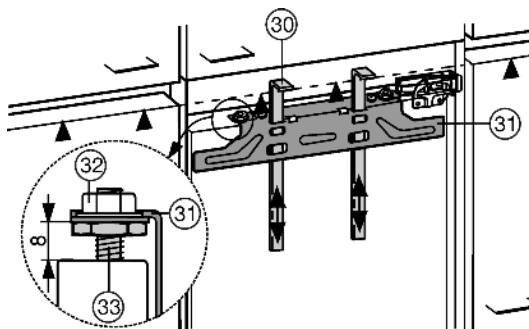

Fig. 20
Для обеих дверец потребуются монтажные приспособления *Fig. 20 (30)*. Поэтому монтируйте мебельные дверцы по очереди.
- ▶ Монтажные приспособления *Fig. 20 (30)* сдвиньте вверх на высоту мебельной дверцы. Нижняя упорная кромка \blacktriangle монтажного приспособления = верхней кромке подлежащей установке мебельной дверцы.